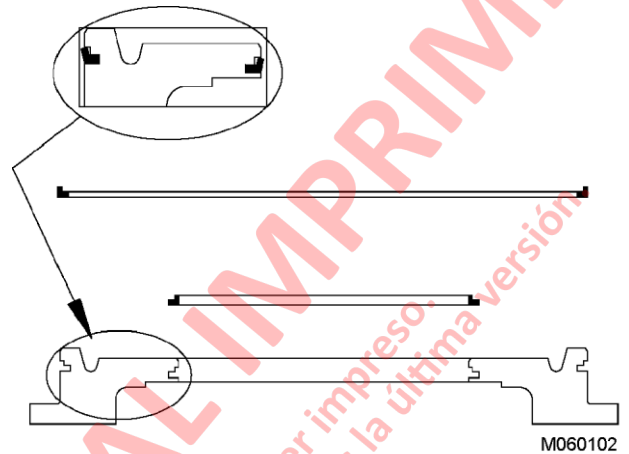

FIGURA 7-66.
25. Instale ambos anillos selladores tipo gancho (17) en las ranuras del eje. Gire los anillos de modo que las muescas de los anillos queden a 180 grados de separación entre sí.
26. Lubrique las ranuras del anillo sellador del pistón (23) con lubricante soluble en aceite como la grasa de ensamblado del motor. Instale el anillo sellador pequeño (24) en la ranura interior y el anillo sellador grande (22) en la ranura exterior. Consulte la Figura 7-66 para la orientación correcta.